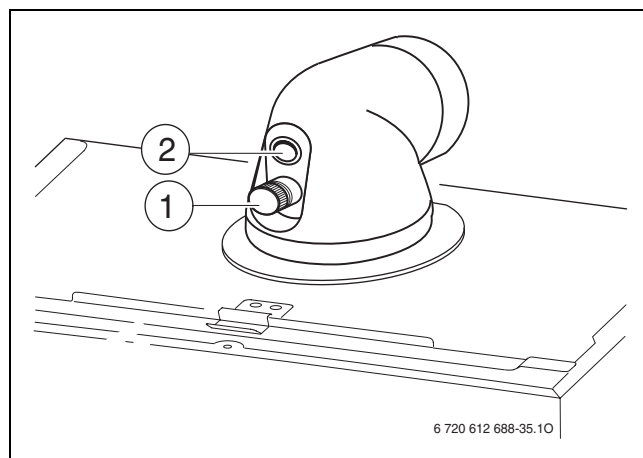

Fig. 45
- Rimuovere il tappo della presa di analisi dell'aria comburente (2) (→ fig. 45).
- Rimuovere il tappo di chiusura dalla presa di analisi dei fumi (1) (→ fig. 45).